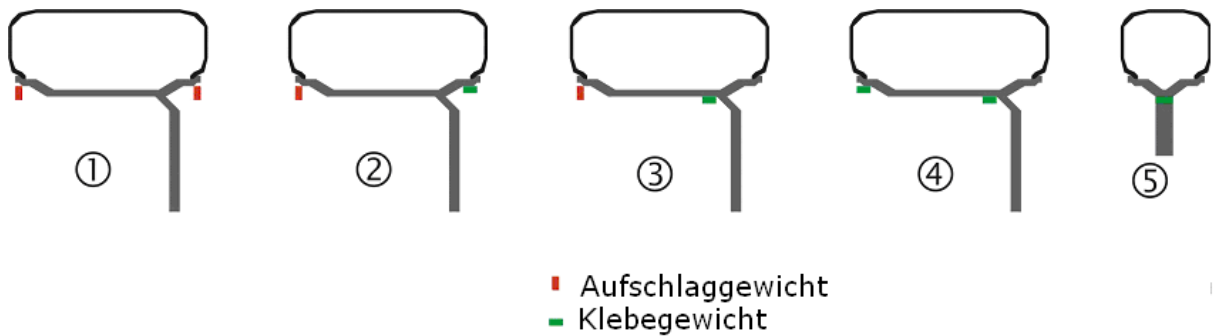

Bild 2.
Es gibt Stahl und Aluminium Radfelgen. Generell, kann man bei Stahlfelgen Aufschlaggewichte auf beiden Seiten befestigen (Bild 2. - 1.). Bei Alufelgen sind mehrere Platzierungen möglich (Bild.2. - 2., 3., 4., 5.). Bei Motorradfelgen wird das Gewicht in der Mitte befestigt.
1. Normal: ein Gewicht wird aussen und eins innen befestigt (Bild 2. - 1., 2.). Hierzu gehören Stahlfelgen und einige Alufelgen.
2. Speziell: beide Gewichte werden innen befestigt (Bild 2. - 3., 4.). Für gewöhnlich - Alufelgen.
3. Statisch: ein Gewicht wird in der Mitte befestigt (Bild 2. - 5.). Hierzu gehören Motorradfelgen.